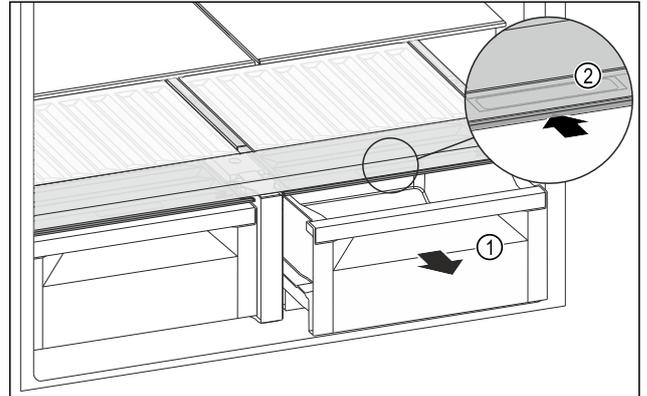

Fig. 132
- ▶ Retirer le tiroir Fig. 132 (1).
- ▶ Saisir la poignée encastrée Fig. 132 (2) du couvercle du compartiment et pousser le couvercle du compartiment vers l'arrière.